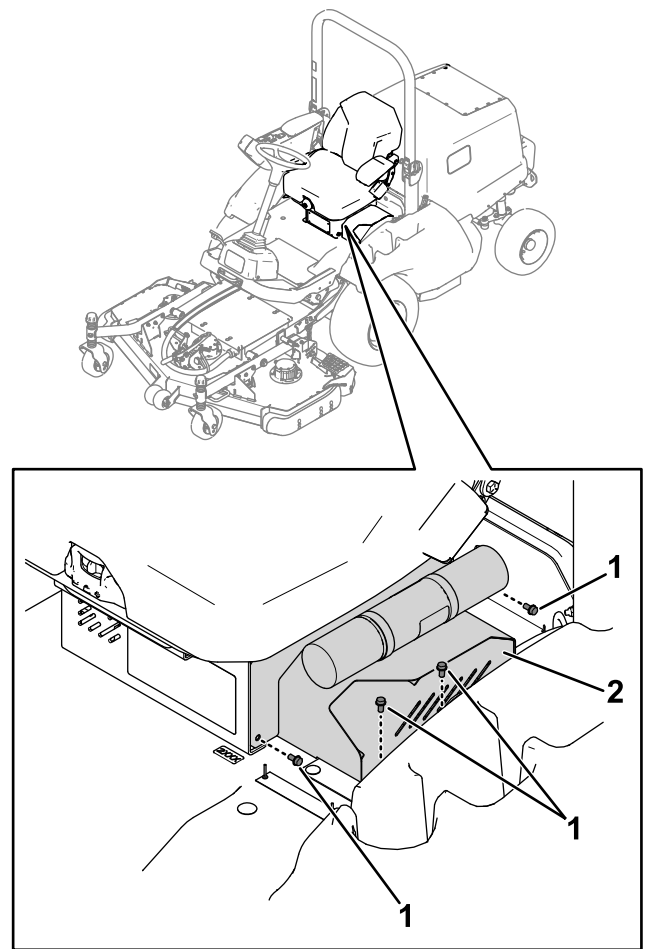

图 9
A. 取下座椅底座左侧的板图 9。保留螺栓。
C. 用保留的螺栓将座椅底座板安装至座椅底座两侧图 1 和图 9。